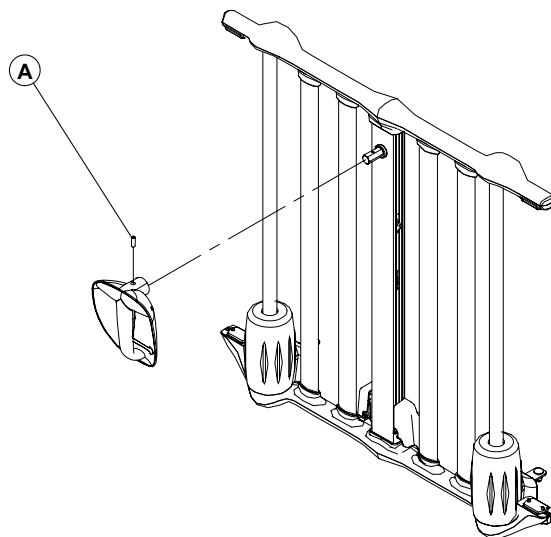

Figure 26 – Remplacement de la poignée
3. À l'aide d'une clé hexagonale de 3/32 po, retirer la vis de blocage (A) qui fixe l'ensemble de poignée à la tige (Figure 26). Retirer et jeter l'ensemble de poignée.
15. À l'aide d'une clé hexagonale de 3/32 po, retirer la vis de blocage (A) qui fixe la poignée à l'arbre de la colonne centrale (Figure 26). Conserver la vis. Retirer la poignée et l'installer sur la nouvelle colonne centrale.
15. À l'aide d'une clé hexagonale de 3/32 po, retirer la vis de blocage (A) qui fixe la poignée à l'arbre de la colonne centrale (Figure 26). Retirer et conserver la poignée.